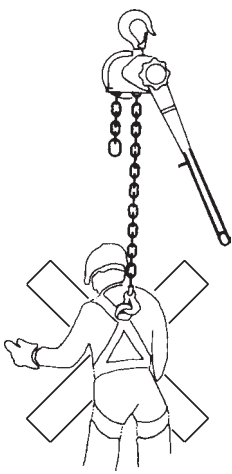

Fig. 5
- Il trasporto di persone con questo paranco è assolutamente vietato (Fig. 5);